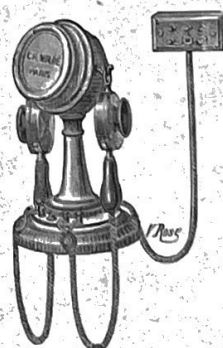

Fig. 8.
**Poste n° 4.** — Même description que le précédent, mais rendu portatif. (Voir figure 8.)
**Appareil n° 4.** — Le même pour placer sur un bureau (fig. 8) .....